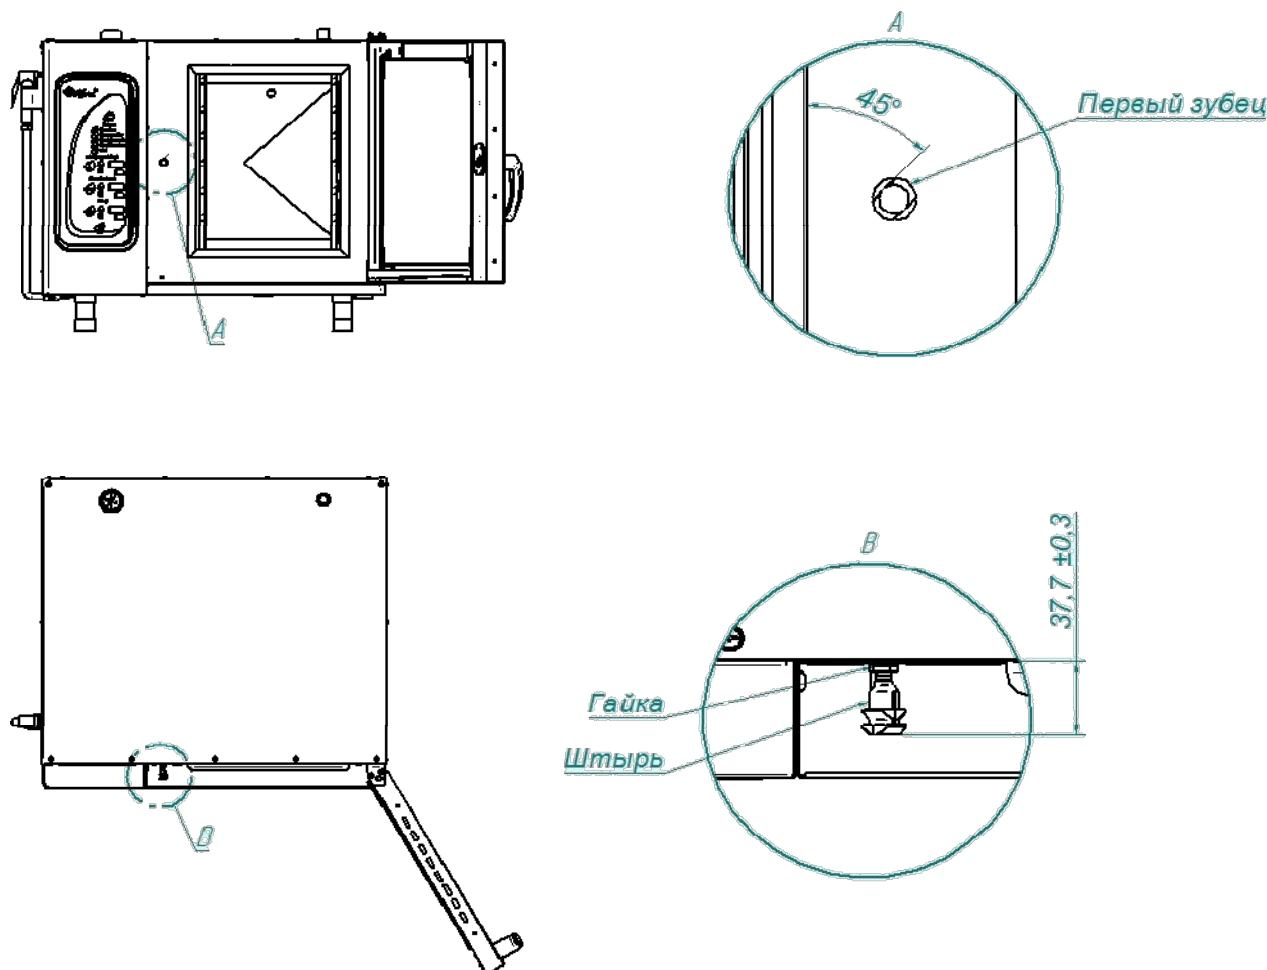

Рис. 13. Регулировка замкового устройства
При ослаблении уплотнителя двери пароконвектомата необходимо отрегулировать положение штыря (см. рис. 13). Для этого:
- отрегулировать положение штыря согласно указанным размерам и положению зубцов (при ослаблении профиля штырь необходимо закручивать, т.е. уменьшить размер 37,7мм, выдерживая угол  $45^0$  – см. рис. 13);